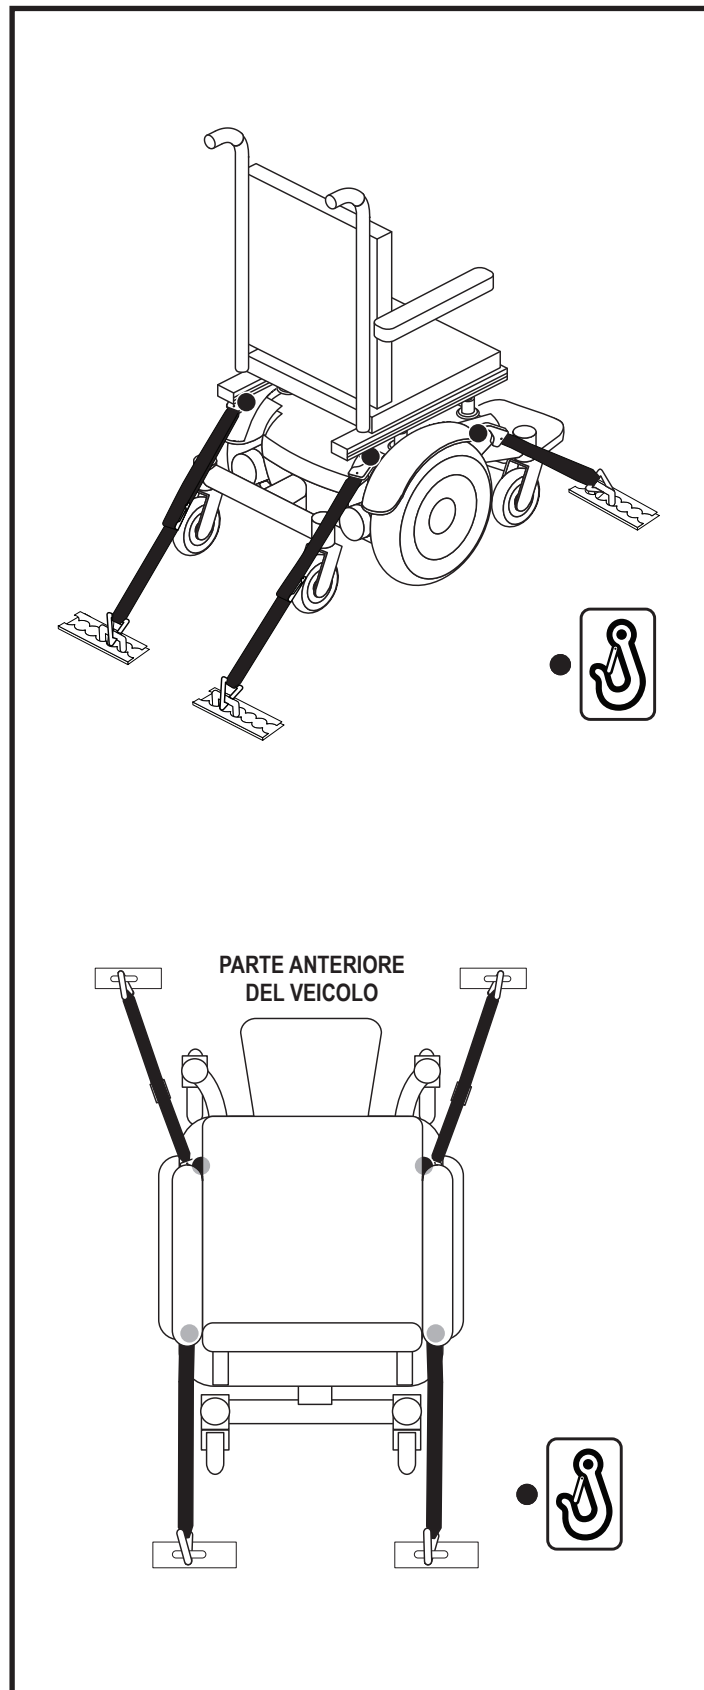

Figura 10. Punti di fissaggio per il trasporto senza utente a bordo
- Posizionare i punti di ancoraggio per le fascette posteriori dietro i punti di fissaggio posteriori della Carrozzina. Le fascette di fissaggio anteriori devono ancorarsi a punti del pavimento a distanza maggiore della larghezza della Carrozzina per fornire una maggiore stabilità laterale. **Vedere figura 10.**